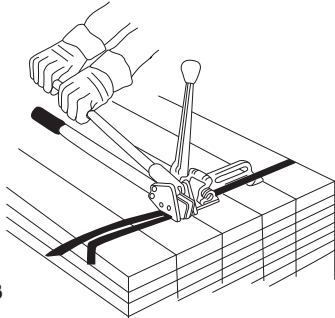

Figure 3
2. Ramenez les poignées de la scelleuse ensemble complètement pour effectuer une encoche adéquate. (Voir Figure 3)